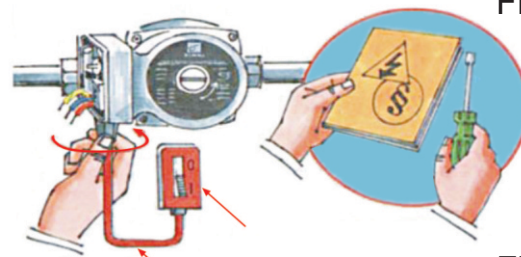

Figura 5
- A bomba deve ser instalada por um técnico autorizado de acordo com o manual, como mostra a figura 5.